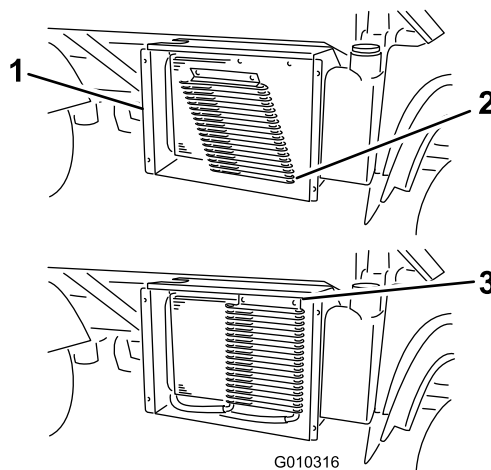

Figura 57
3. Se presenti, ruotate i fermi e spostate il refrigeratore dell'olio dal radiatore (Figura 57).